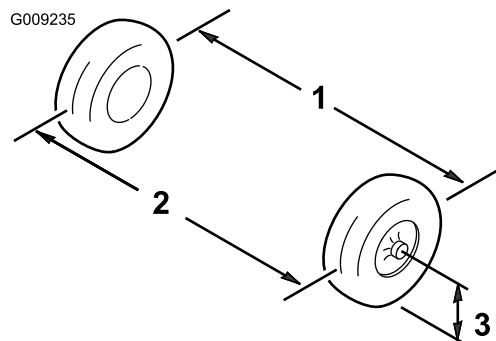

図 54
1. 前輪の前と後ろで、左右のタイヤの中央線間距離を測る計測はアクスルの高さで行う (図 54)。